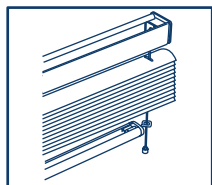

Fig.1
- Tenda alla veneziana (Fig.1)